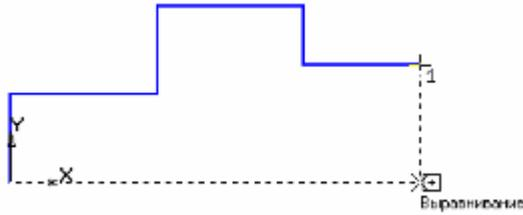

Рис. 1.16. Ввод отрезков
2. Активизируйте команду **Непрерывный ввод объектов**. Установите курсор в начало координат. Начальная точка зафиксирована. В данном случае проще строить, установив шаг курсора равный 5 (т.к. все линейные размеры кратны 5). Переместите вверх курсор 3 раза (**15 мм**), вправо 6 раз (**30 мм**), вверх 3 раза (**15 мм**), вправо 5 раз (**25 мм**), вниз 2 раза (**10 мм**), вправо 5 раз (**25 мм**); щелчком правой кнопки включите локальные привязки и выберите привязку **Выравнивание**, проведите линию вниз, рис. 1.16. Прервите команду.